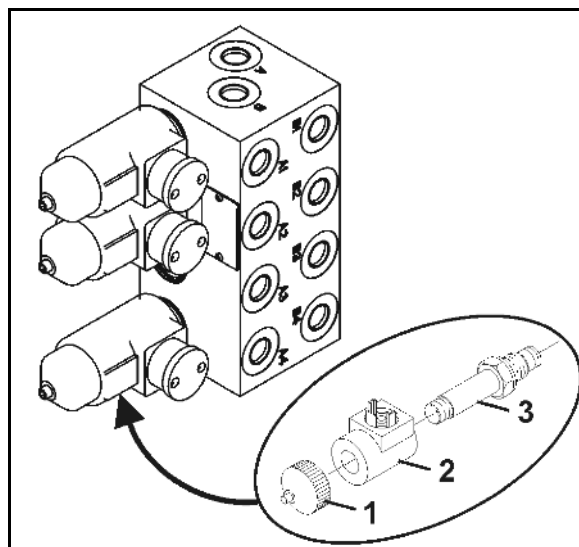

Fig. 82
2. Skru magnetkappen af (Fig. 82/1)
3. Fjern magnetspolen (Fig. 82/2)
4. Skru ventilstangen ud (Fig. 82/3) med ventilsæderne, og rengør med trykluft eller hydraulikolie.